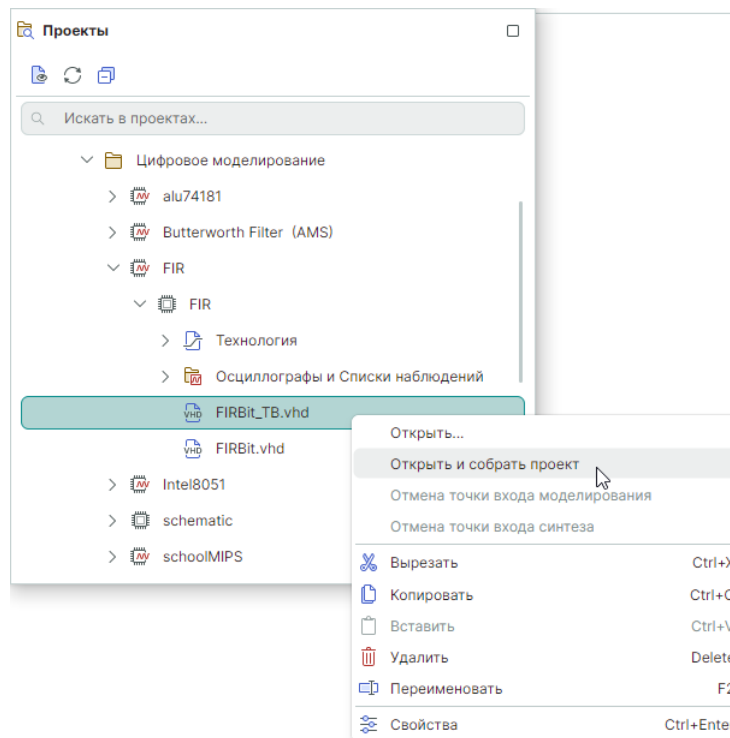

Рис. 21 Запуск компиляции из контекстного меню
2. Выберите «Открыть и собрать проект», см. Рис. 21.